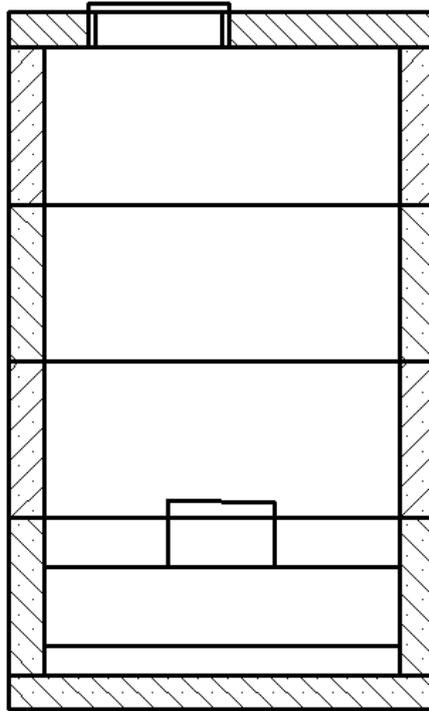

Рис.7.36. Фрагмент чертежа «Камера гасителей гидравлического удара»
5. Создайте дополнительный слой для вычерчивания основного контура фрагмента чертежа «Камера гасителей гидравлического удара» (Рис. 7.36).